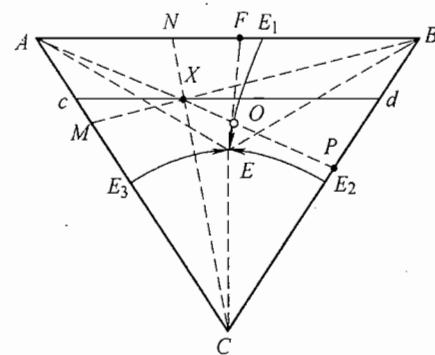

图 37-5 第五题第 2 小题解答图
2. 作辅助线：如图 37-5 所示，延长 AX，交 EE1 线于 O 点，交 BC 线于 P 点；延长 EO 与 AB 交于 F 点，连接 B、X 与 AC 交于 M 点，连接 C、X 与 AB 交于 N 点。